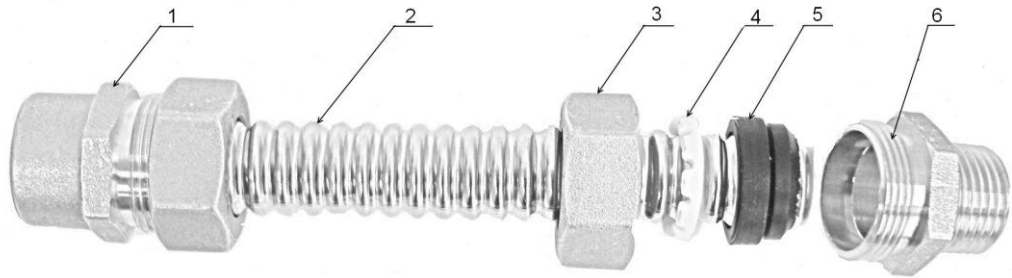

Рис.5. Монтаж топливопровода из гофрированной нержавеющей трубы.
- если суммарная длина подающей топливной линии (топливный насос, фильтр тонкой очистки, горелка) от 3 до 30 м топливопроводы монтируются из гофрированной нержавеющей трубы диаметром 15 мм (Рис.4б). Топливный насос, топливный фильтр и топливный ввод горелки заканчиваются муфтами для соединения с данной трубой, на рис.5 показан монтаж топливопровода;